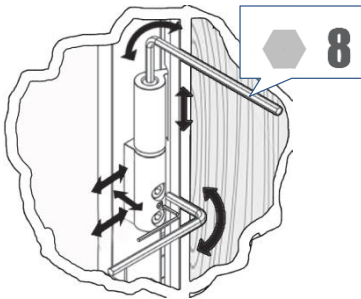

Fig. d3
- Utilizzare una chiave a brugola ch 8 ed agire sul grano situato nella parte superiore della cerniera per regolare l'altezza e sulle viti frontali per regolare la posizione laterale ed il piombo dell'anta, all'occorrenza regolare la profondità agendo sulla vite frontale a brugola ch 3 fig d3 per regolare il piombo dell'anta in posizione aperta.
- Use a 8mm Allen wrench key to adjust the grub screw at the top of the hinge to set the height, and the front screws to adjust the lateral position and the plumb of the door leaf. If needed, set the depth by acting on the 3mm frontal Allen wrench key to adjust the plumb of the door leaf when in the open position (fig d3).
- Les paumelles sont réglables en hauteur, sur les côtés et en largeur. Il faut utiliser une clé six-pans 8mm et tourner le pion se trouvant dans le haut de la paumelle pour régler la hauteur, puis tourner les vis frontales pour régler la position latérale et verticale du vantail; (fig d3) pour régler la position verticale du vantail lorsqu'il est ouvert.